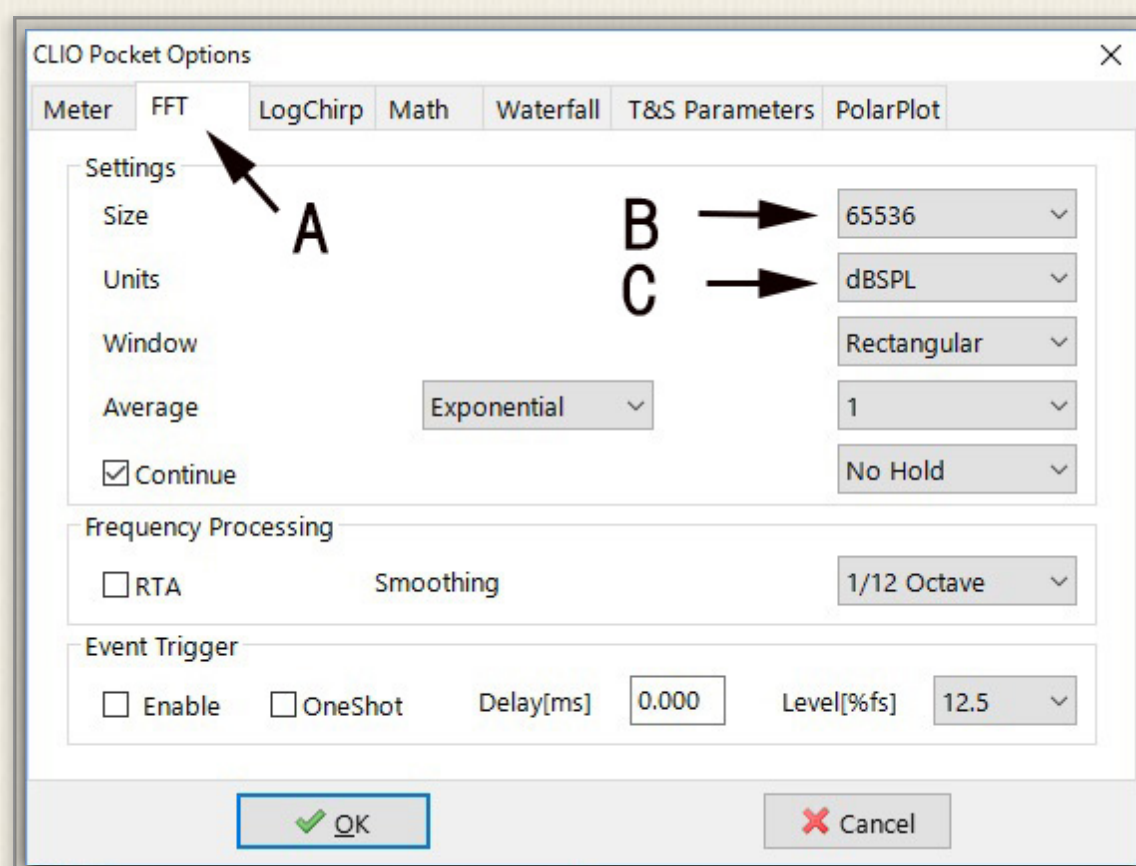

図4-1 FFT設定
- ① 図4-3矢印Aで図4-1「CLIO Pocket Options」画面を開き、矢印Aで「FFT」タブを開く
- ② FFT測定のポイント数は矢印B「65536」、またCは「dBSPL」とする